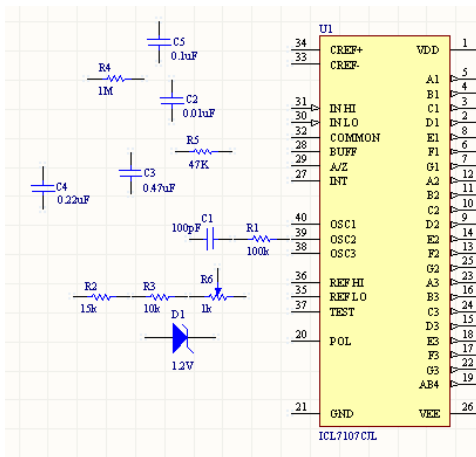

图 2.151 布置完稳压管后的原理图
(24)在“PCB Model”对话框中的“Name”编辑框内输入“C1206”,单击“OK”按钮,将稳压管的引脚封装形式改为“C1206”,单击“Component Properties”对话框中的“OK”按钮,然后在原理图中单击鼠标左键,布置一个稳压管,单击鼠标右键,结束稳压管的布置,布置完稳压管后的原理图如图 2.151 所示。